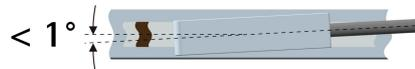

Figura 2
Verificare che il sistema meccanico di supporto garantisca il rispetto delle tolleranze di distanza, planarità e parallelismo tra sensore e banda riportate nella Figura 2 su tutto lo sviluppo della corsa.
Verificare che il sistema meccanico di supporto garantisca il rispetto delle tolleranze di distanza, planarità e parallelismo tra sensore e banda riportate in Figura 2. Evitare il contatto tra sensore e banda.
**La distanza tra sensore e banda magnetica D (si veda la Figura 2) deve essere compresa nei range indicati nella seguente tabella:**